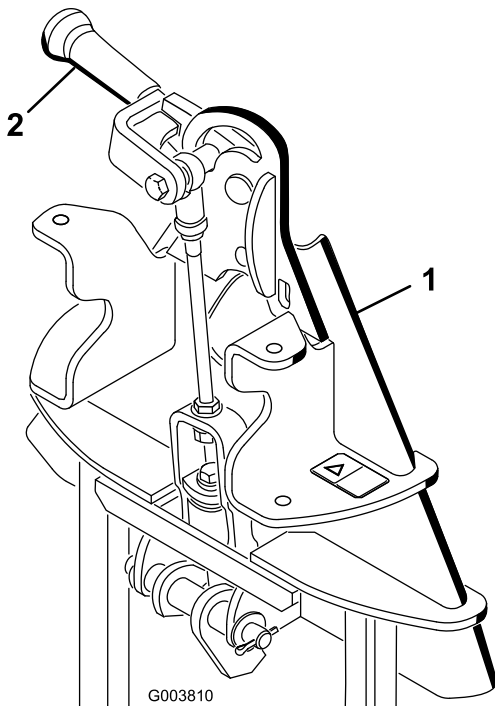

図 4
**注** ロックレバー 図 4 が、車体の後ろから見て左側解除位置にセットされていることを確認してください。